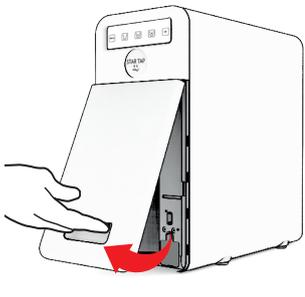

Fig. 1-13
**41.1** - Estrarre lo sportello frontale in plastica riponendolo in posizione di sicurezza, vedi Fig.1-13.